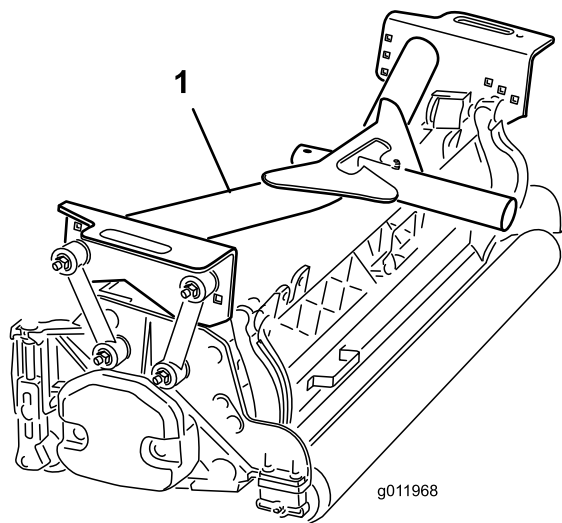

Figura 16
- Posicione uno de los bastidores de tiro delanteros (Figura 16) en cada unidad de corte delantera.